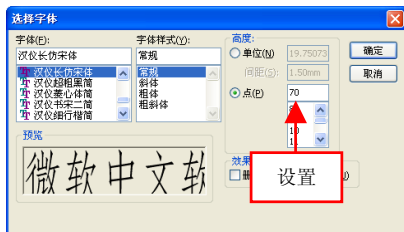

图 12-44 设置参数值
(4) 在绘图区中的合适位置上，单击鼠标左键并拖曳，至合适位置后，单击鼠标左键，即可标注形位公差，在【形位公差】属性管理器中，取消选中【使用文档字体】复选框，单击【字体】按钮，弹出【选择字体】对话框，在【高度】选项区中，选中【点】单选按钮，设置字体高度为 70，如图 12-44 所示。